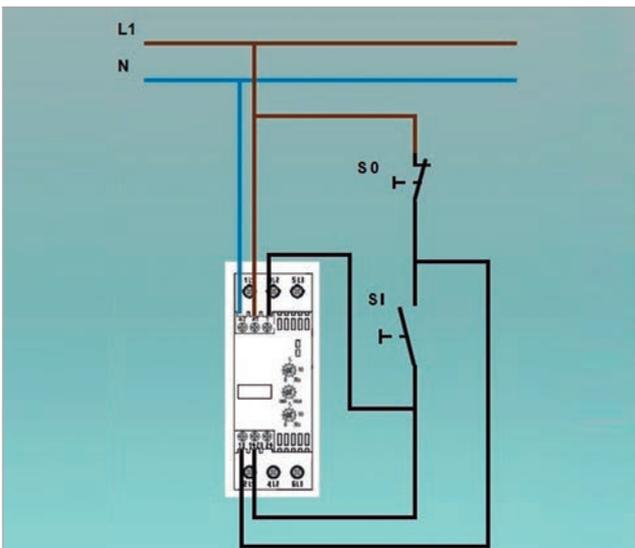

Figura 4. Arranque de un arrancador suave mediante pulsadores.
La figura 4 muestra un ejemplo de conexión mediante un conjunto de pulsadores de marcha (SI) y parada (S0).